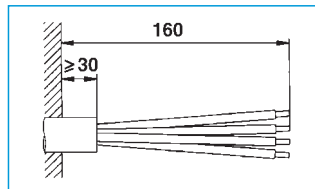

Fig. 18
- ▶ Cortar el cable de red al largo necesario y desaislarlo (ver la fig. 18).